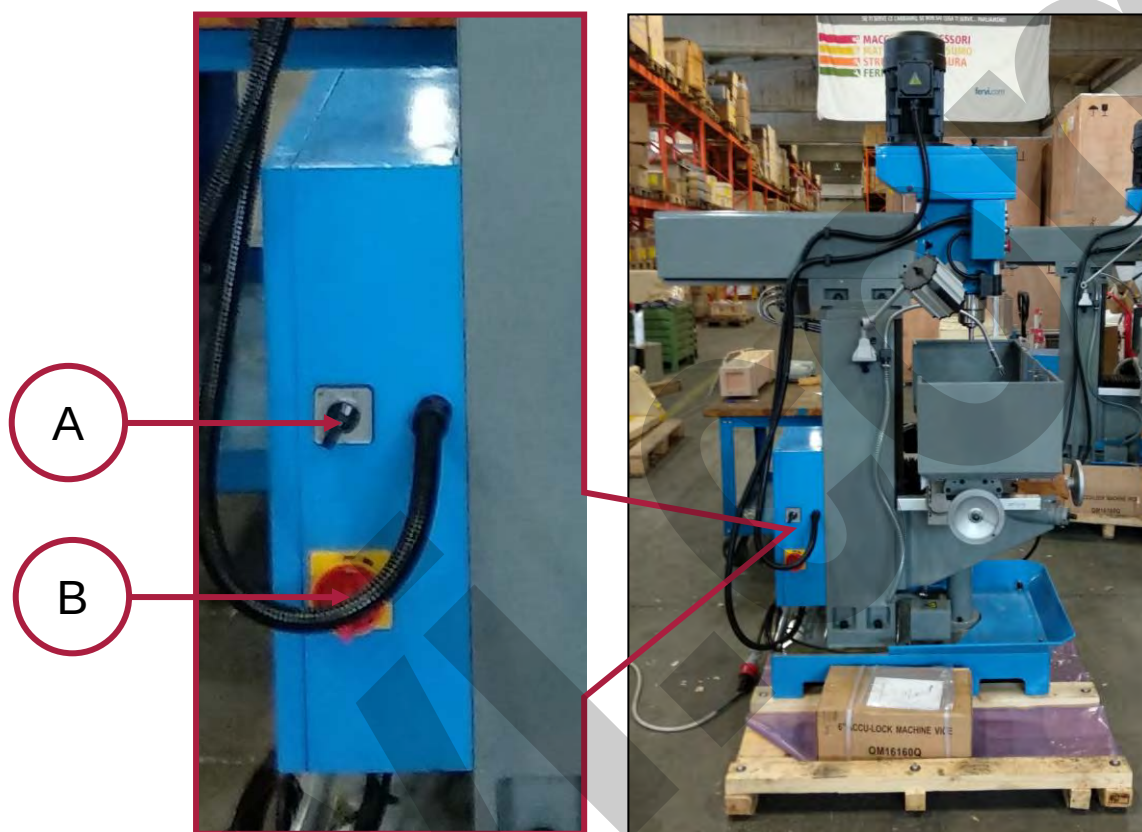

Figura 8 - Sezionatore generale dell'alimentazione elettrica e selettore di velocità.
Sul quadro elettrico della macchina, ubicato nella parte posteriore della stessa, dietro alla colonna portante, sono posizionati il sezionatore generale dell'alimentazione elettrica (Rif. B in Figura 8) ed il selettore del livello di velocità della fresatrice (Rif. A in Figura 8), che permette di variare l'intervallo delle velocità di rotazione e di avanzamento tra un gruppo di livelli più bassi ed un gruppo di livelli più alti.
2. Posizionare il selettore A in Figura 8 sull'intervallo di velocità desiderato.